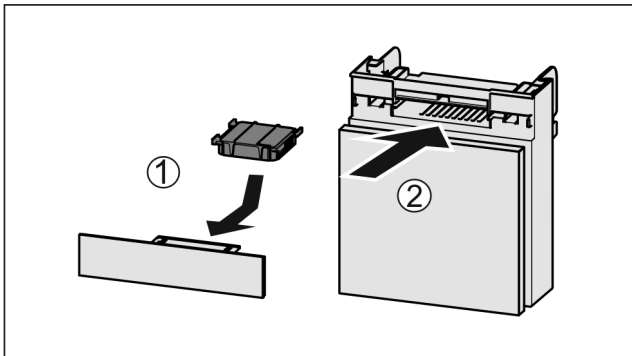

Fig. 84
- ▶ Sett inn Fig. 84 (1) aktivkullfilteret etter figuren.
- ▶ Skyv inn Fig. 84 (2) hyllen.